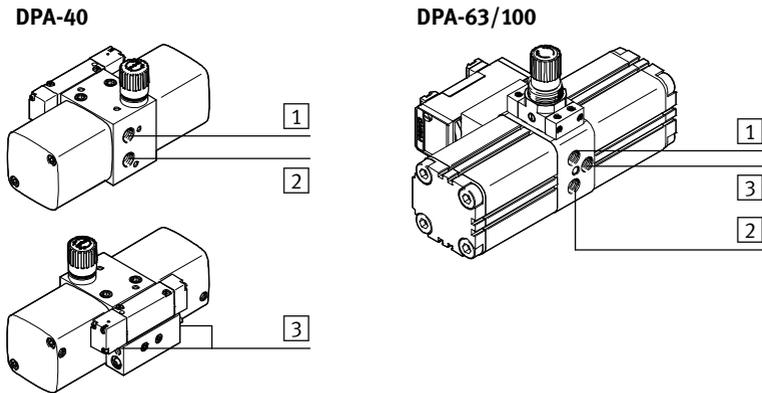

Fig. 3
- Применяйте для входного/выходного давления шланги с минимальным внутренним диаметром или рекомендуемые типы шлангов согласно Fig. 3.
- С помощью шлангов подключите каналы питания согласно Fig. 3.
- Убедитесь в том, что выход сжатого воздуха DPA для выходного давления [2] и выхлопы [3] подключены (→ Fig. 3).